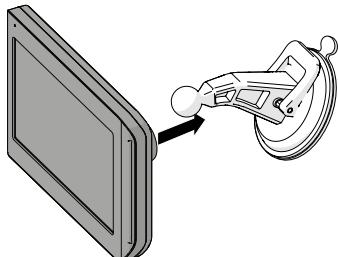

Fig. 9
4. Alignez la rotule de la ventouse sur l'ouverture à l'arrière du moniteur et poussez fermement jusqu'à ce qu'elle s'enclenche. (Fig. 9)